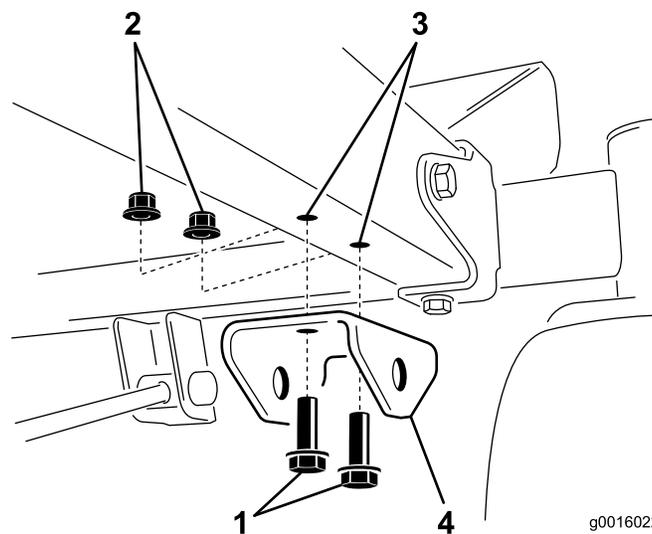

**Figura 4**
5. Coloque dos espaciadores sobre los taladros superior e inferior de la cara de la palanca de elevación, y monte la escuadra acodada sobre el conjunto del brazo/la palanca de elevación (Figura 4). Introduzca dos pernos (5/16 x 1-1/4 pulgadas) por los taladros de la escuadra de elevación, los espaciadores y la cara de la palanca de elevación. Sujete el conjunto entero con dos contratuercas (5/16 pulgada).